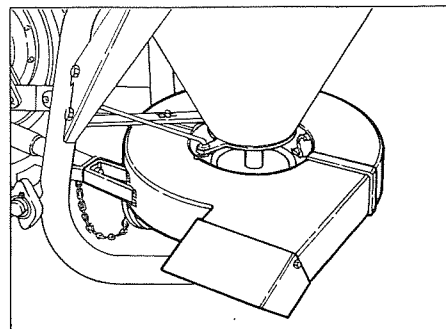

Fig.13
- Appareil pour épandage localisé à 1 sortie (Fig.13)